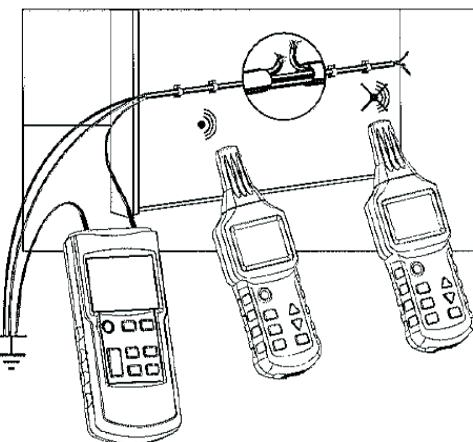

Рисунок 3-1-3
- Все линии, не занятые в измерении, должны быть подсоединенны к вспомогательному заземлению (Рисунок 3-1-3).